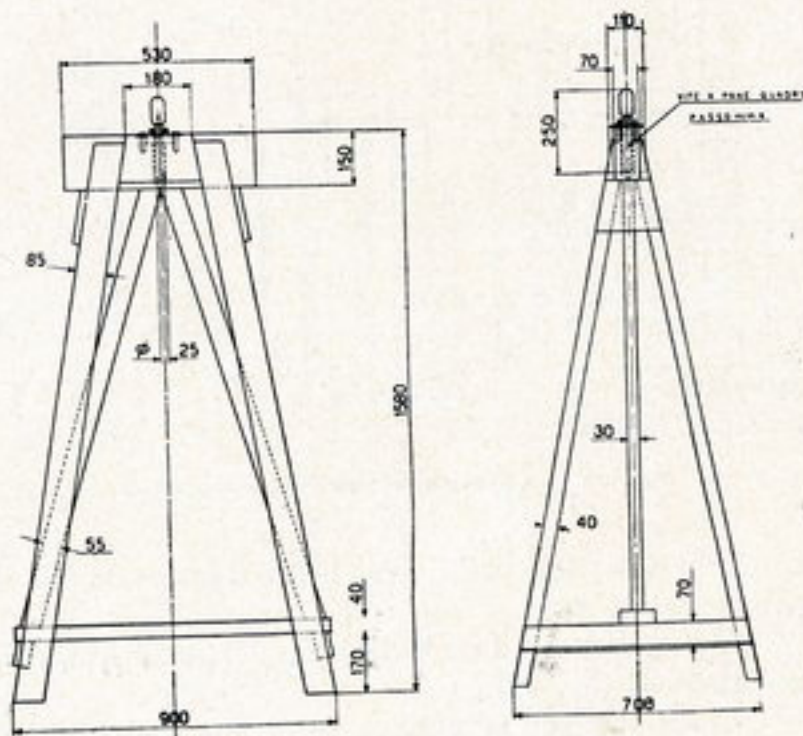

Fig. 38. — Cavalletto sostegno coda.
N. 1 cavalletto registrabile per sostegno della fusoliera in corrispondenza dell'ordinata n. 17 (fig. 38);
Posteriormente la fusoliera con l'apposito alloggio praticato nella parte inferiore dell'ordinata 17 si appoggia al cavalletto (fig. 38).